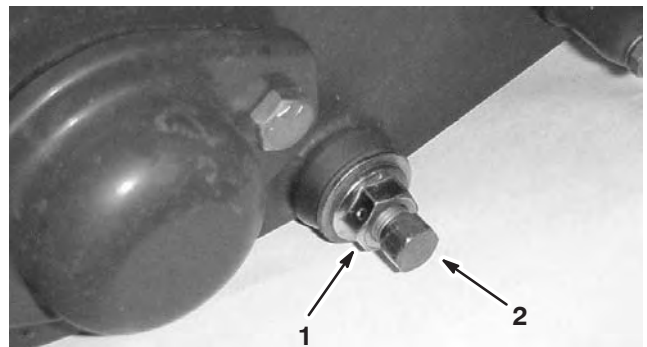

Bild 46
3. Lösen Sie an jeder Seite der Maschine die Klemmmutter, mit der die Schraube des Untermesserträgers befestigt ist (Bild 46).